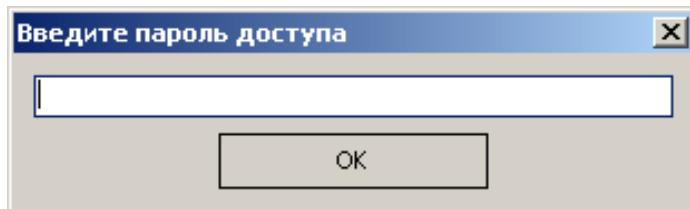

Рисунок 23
5. Нажать кнопку «Прошить». Перед Вами появится окно (Рисунок 23):